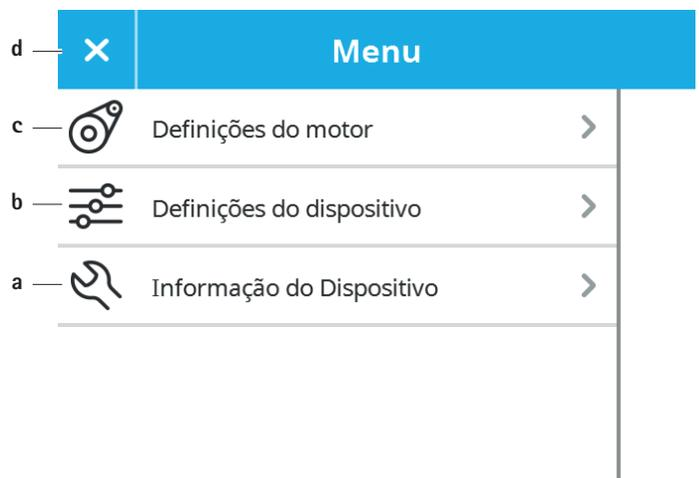

Fig. 8 Menu de configurações do sistema
- ▶ Aceder ao menu de configurações do sistema: Premir a tecla menu de configurações do sistema **h**, ver Exemplo Conceito de comando. É aberto o menu de configurações do sistema, ver Fig. 8.